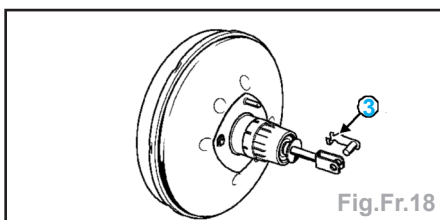

Fig.Fr.18
- Déposer l'axe (3) de chape de pédale de frein de la tige de poussée de l'amplificateur de freinage dans l'habitacle (Fig.Fr.18).